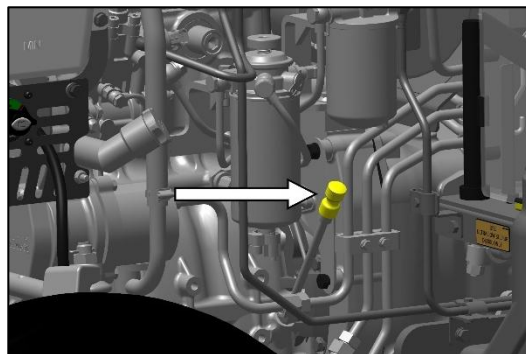
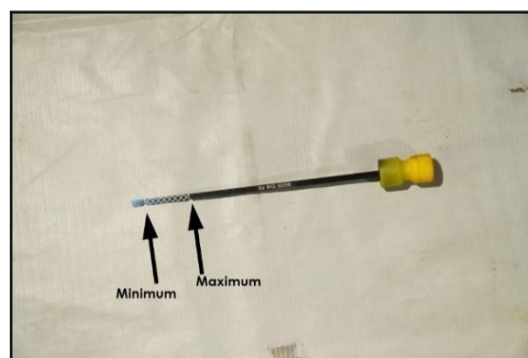

Fig. 236 - PEILSTOK VOOR MOTOROLIEPEIL
Fig. 237 - MERKTEKEN OP PEILSTOK
3. Controleer of het oliepeil binnen het op de peilstok aangegeven bereik ligt (zie Fig. 236). Is het oliepeil laag, vul dan bij tot het Maximum-merkteken via de vuldop motorolie (zie Fig. 237).
7. Vul motorolie bij tot aan het maximummerkteken op de peilstok (zie Fig. 237). Vul niet te veel bij.